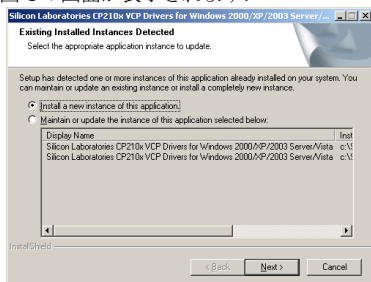

図4. USBドライバのインストール画面1
- ① 付属のパソコン用アプリケーションCDより「CP210x_VCP_Win2K_XP_S2K3.exe」を実行します。すると図4の画面が表示されます。